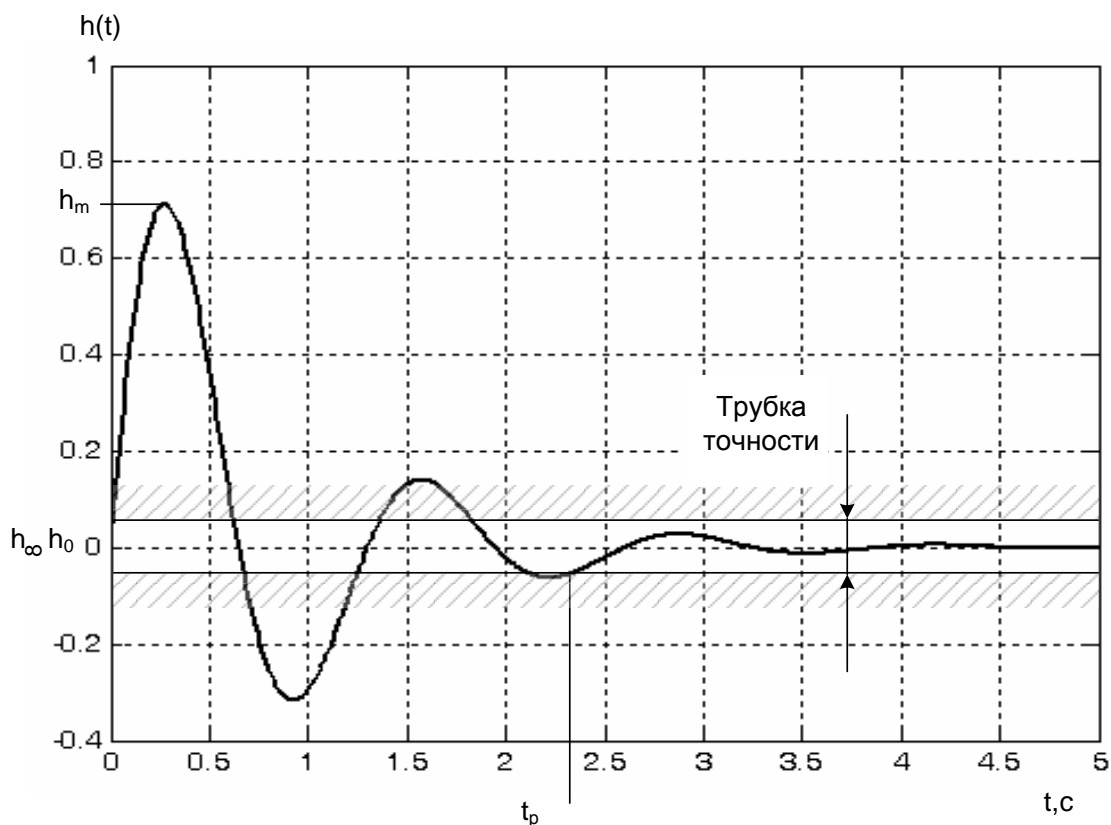

Рис. 2 . Переходная характеристика системы.
**Перерегулирование  $\sigma$**  вычисляется по переходной характеристике (рис. 2).
**Время регулирования  $t_p$**  есть время, когда переходная характеристика последний раз входит в трубку точности (рис. 2).  $t_p = 2.3$  с.
**Колебательность  $\mu$**  есть количество входов переходной характеристики в трубку точности за время регулирования.  $\mu = 4$  (рис. 2)..